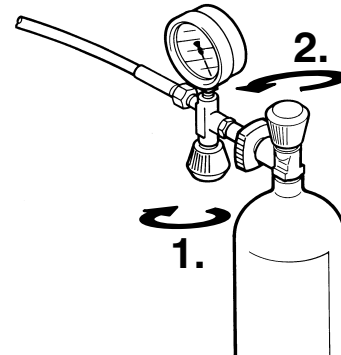

Abb. 11 Druckluftflaschen öffnen
2. Zuerst Füllventil, dann Flaschenhahn langsam öffnen. Siehe Abb. 11.